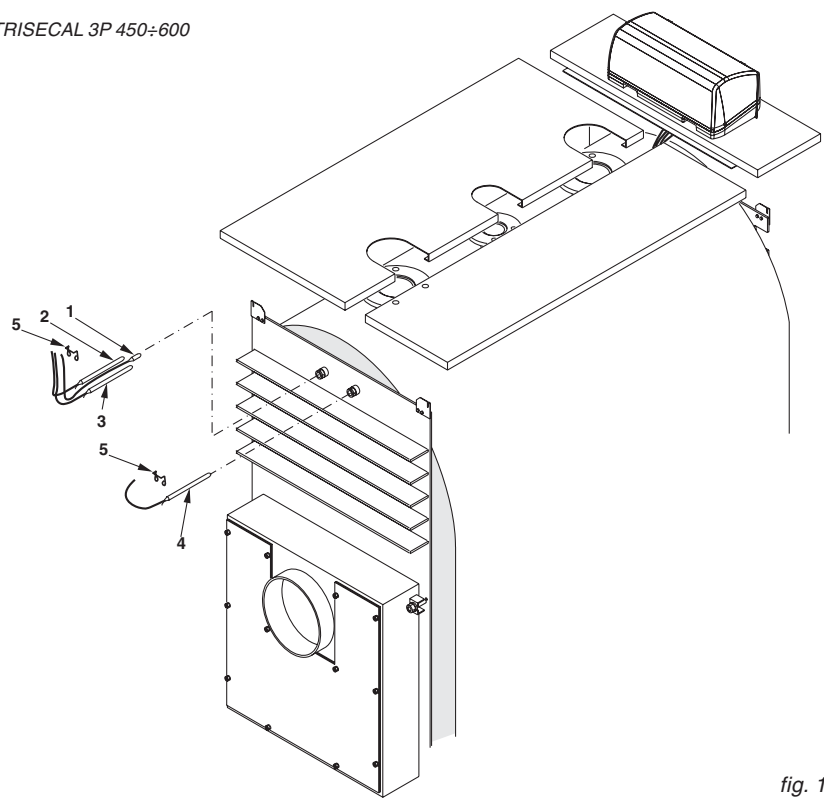

fig. 14
- M) Inserire le sonde degli strumenti nei pozzetti sul lato posteriore della caldaia (sopra la camera fumo)(Rif. fig. 14); le sonde del termometro (pos.1), del termostato manuale (pos. 2) e del termostato a cacciavite (pos. 3) dovranno essere inserite nel pozzetto più grande (\varnothing foro = 15); la sonda del termostato di sicurezza (pos. 4), dovrà essere inserita nel pozzetto più piccolo (\varnothing foro = 7).